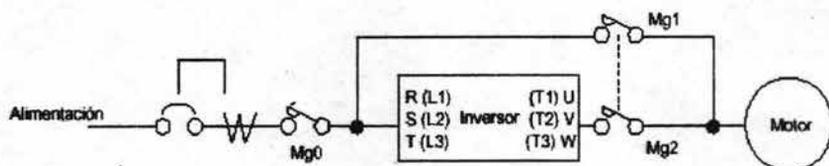

Figura 4.4 Alimentación del equipo por inversor y por línea directa
- Si se desea conmutar la alimentación del motor entre el inversor y la fuente normal, se aconseja realizar un bloqueo por medio de contactores o bien realizar un cambio que realizan Mg1 y Mg2 como se muestra en la figura 4.4.